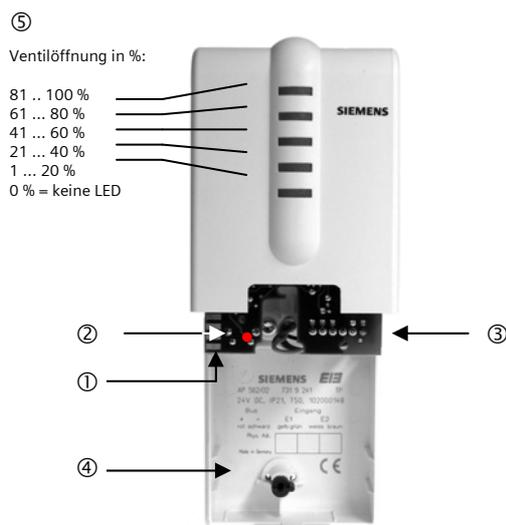

Bild 1: Lage der Anzeige- und Bedienelemente
Ventil, wie in Bild 1 dargestellt, geöffnet.
- Inbetriebnahmetaste (1, Bild 1) am Gerät zur Vergabe der physikalischen Adresse drücken.
- Die Inbetriebnahme LED (2, Bild 1) leuchtet auf und erlischt nach Übernahme der physikalischen Adresse.